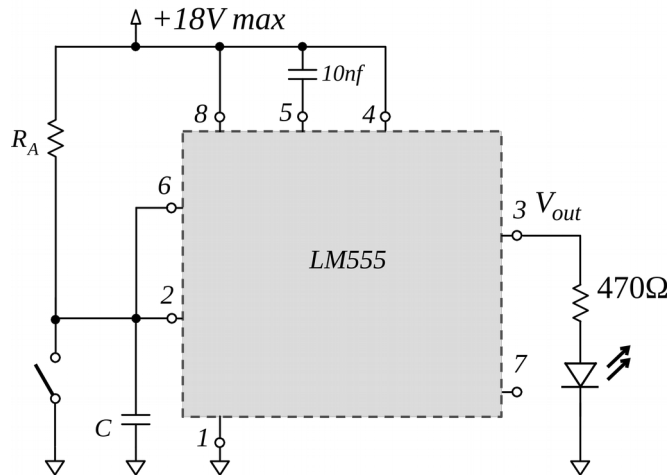

Figura 9: Generador de pulso retardado
- Configurar el 555 para generar un evento retardado. Estudiar el circuito de la figura 9. Analizar la dependencia del tiempo de retardo con $R_A C$.